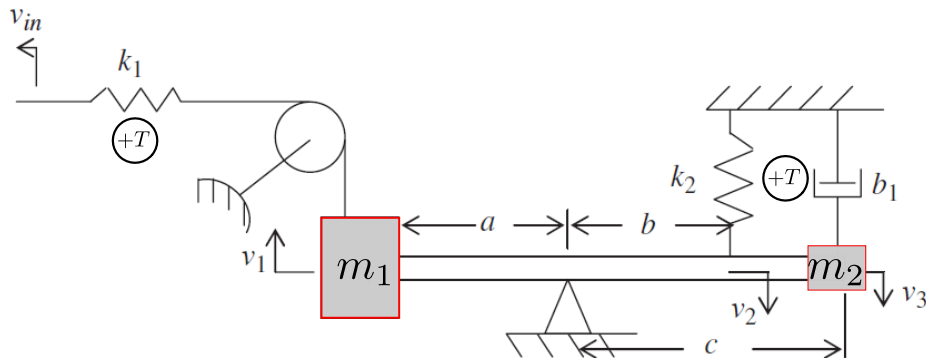

Figure 7: Système mécanique masse-levier avec les conventions de signes choisies pour les vitesses absolues et relatives
Exercice 5 Nous considérons le réseau mécanique représenté à la figure 7.
2. Proposer un modèle de Bond Graph pour l'ensemble du réseau mécanique de la figure 7.